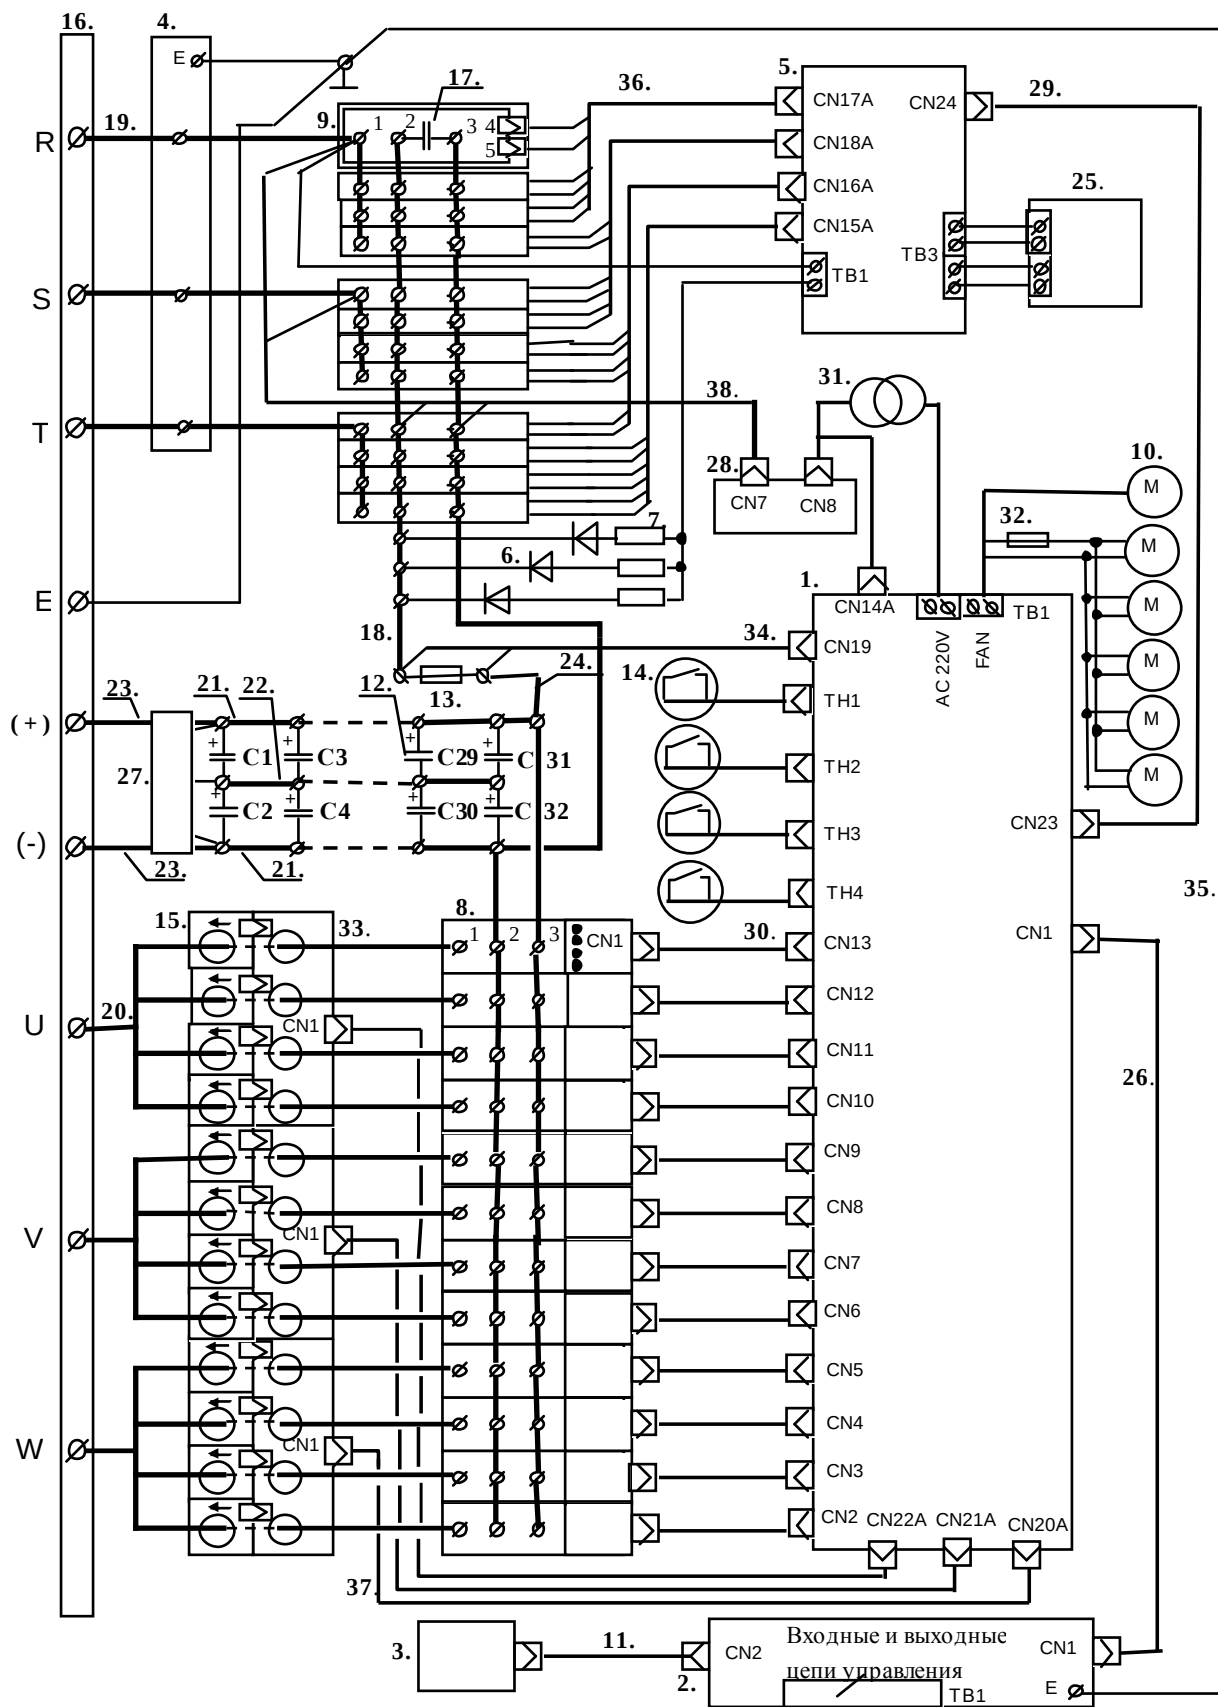

Рис. 4.2. Блок-схема преобразователя частоты EI-7011-400H.
Пояснения к рис. 4.2
4.4.1. Фотографии сменных узлов, входящих в состав преобразователя частоты EI-7011-400N, приведены в табл. 4.1. (порядковые номера соответствуют рис. 4.2).